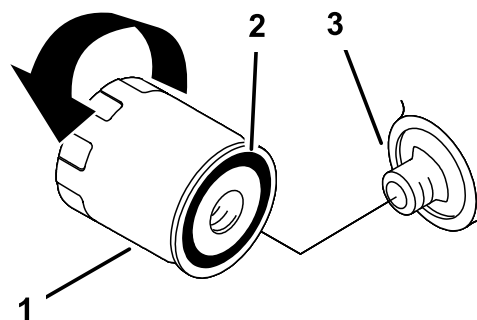

Figura 162
6. Introduce u filtrul de ulei pe adaptorul filtrului până când garnitura intră în contact cu adaptorul filtrului (Figura 162), apoi strânge u filtrul cu încă o ½ de tură.